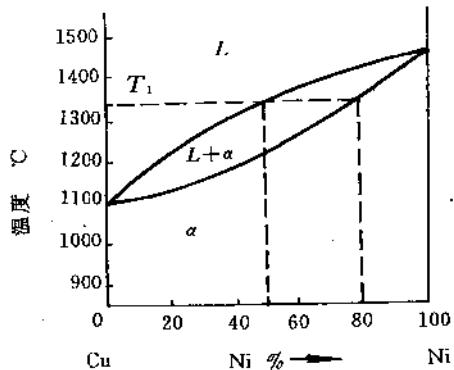

图 5-1
3. 将 20kg 纯铜与 30kg 纯镍熔化后慢冷至如图 5-1 温度 T_1 , 求此时: